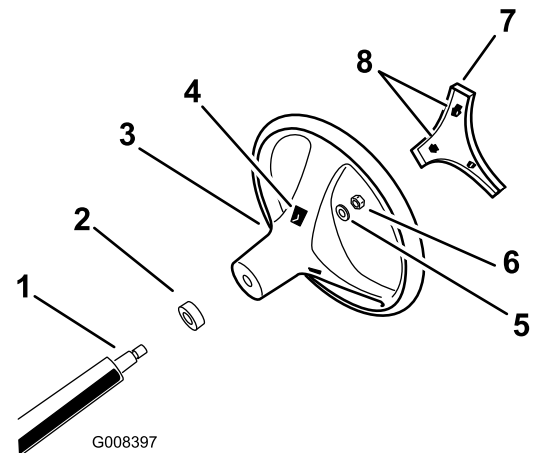

Figura 3
4. Sujete el volante a la columna con la contratuerca y apriete la contratuerca a 24–29 N·m, según se muestra en Figura 3.
5. Alinee las pestañas del embellecedor con las ranuras del volante y coloque el embellecedor a presión en el centro del volante (Figura 3).